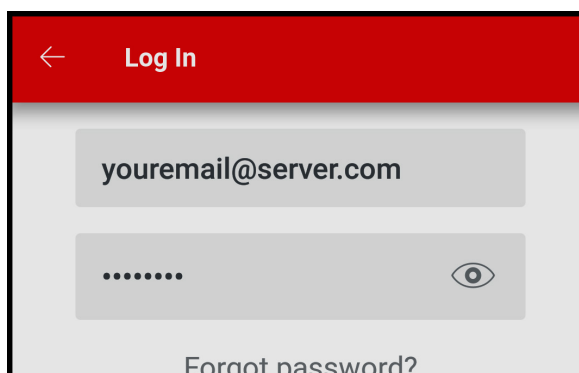

Figure 78. Connexion à l'appli mobile Raymote
3. Ouvrez l'application mobile Raymote et connectez-vous avec votre nom d'utilisateur et votre mot de passe. Voir **Figure 78**.